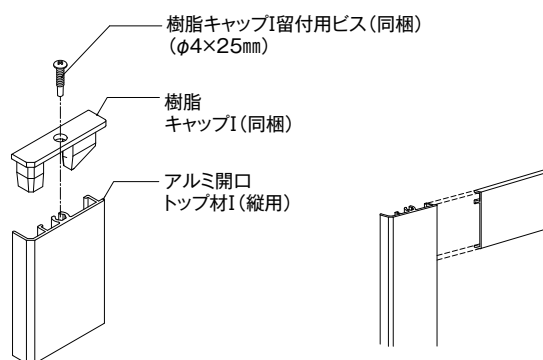

図9 樹脂キャップⅠの取り付け
▶アルミ開口トップ材Ⅰ(縦用)の上下の小口に、同梱の樹脂キャップⅠを同梱ビス(φ4×25mm)で取り付ける。(図9参照)